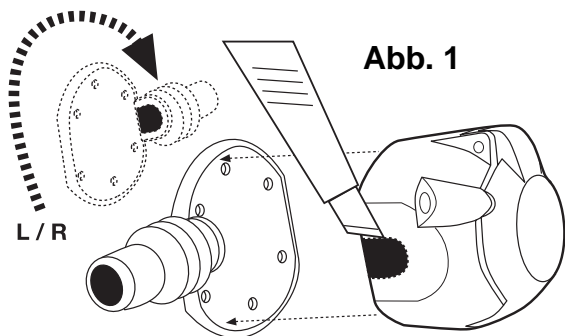

Abb. 1
- Je nach Art des Steckdosen-Haltebleches (geöffnet oder geschlossen) die beiliegende Gummidichtung für axialen oder lateralen Leitungsausgang auf das Leitungssatzende aufschieben (**siehe Abb. 1 bis 4**).
**Bei geschlossenen Steckdosen-Halteblechen muß die vorgestanzte Aussparung im Steckdosen-Gehäuse (links oder rechts) entsprechend ausgearbeitet werden (siehe Abb. 1 und 2)!**